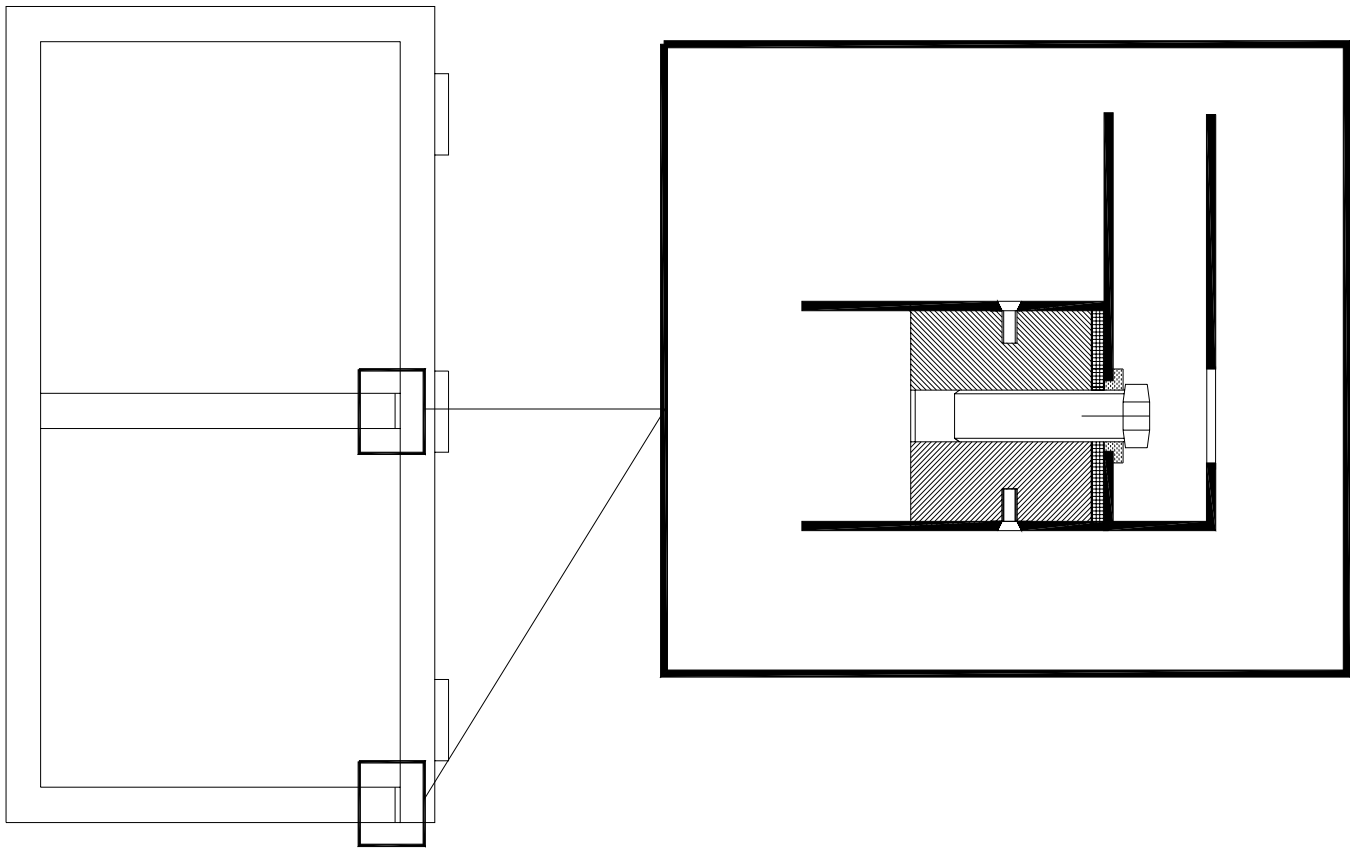

Fig. 5
4. Remova Espiras condutoras fechadas na proximidade do detector de metais (ex.: Portas com Estruturas Metálicas fechadas), ver fig. 5.